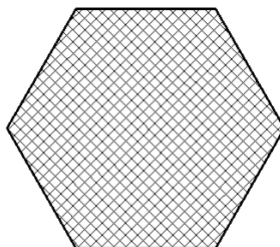

Рис. 2 Штриховка замкнутого контура (Выбор объектов)
- 1) Создайте равносторонний шестиугольник произвольных размеров (см.рис.2)